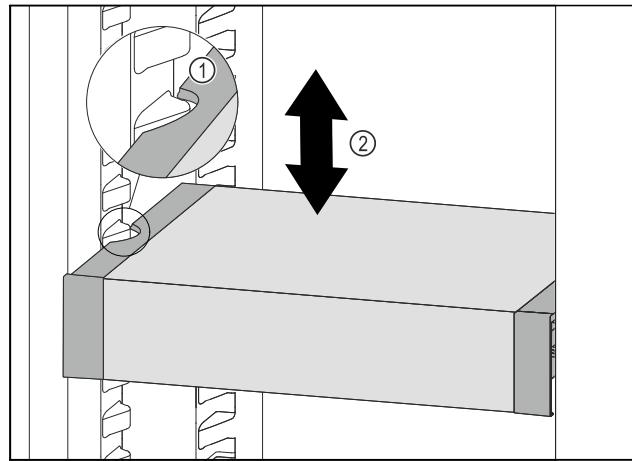

Fig. 102
► VarioSafe tăhajte dopredu, dokým sa bočné vybrania VarioSafe nebudú nachádzať vo výške rebra nádoby v chladničke. Fig. 102 (1)
► VarioSafe v chladničke presúvajte nahor alebo nadol, dokým sa dosiahne požadovaná výška. Fig. 102 (2)